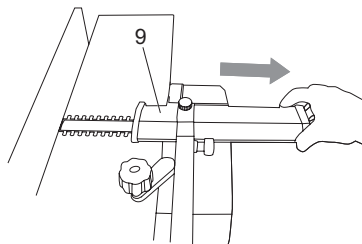

Fig. 23
- > Deslice la protección de la cuchilla (9) tan lejos como sea posible. (Fig. 23)